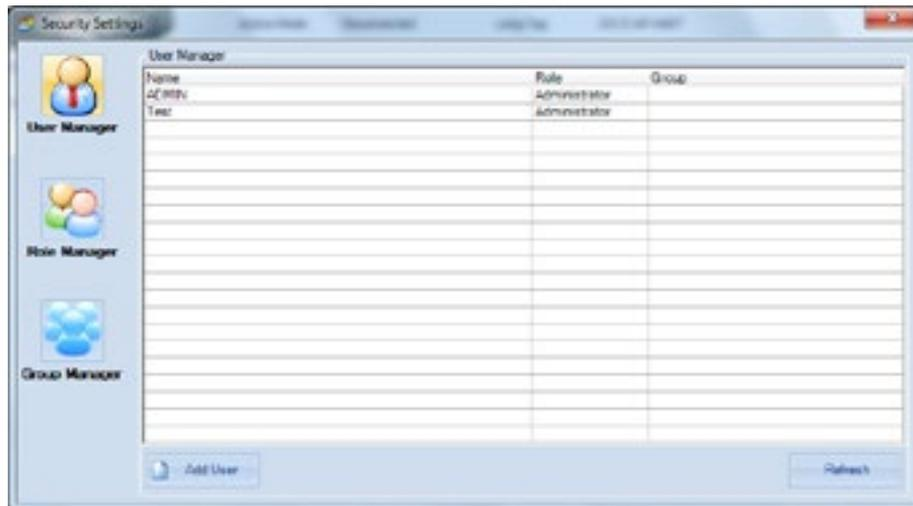

Figure 167 - Fenêtre Security Settings (Paramètres de sécurité)
1. Ouvrez ValVue 3, sélectionnez Settings > Security Settings (Paramètres > Paramètres de sécurité). La Figure 167 s'affiche.